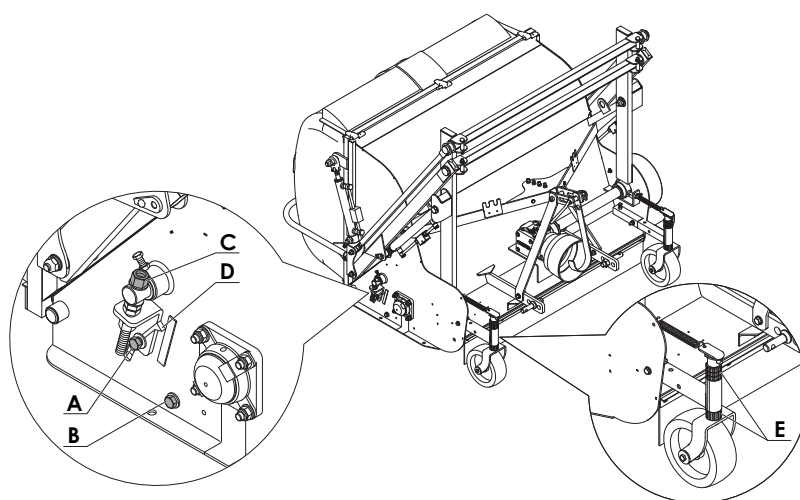

Fig. 10
För att justera klipphöjden ska du ingripa på framsidan på de svängbara hjulen och flytta de särskilda mellanlägg (E) (se **fig. 10**) samt på rullen och justera höjden.